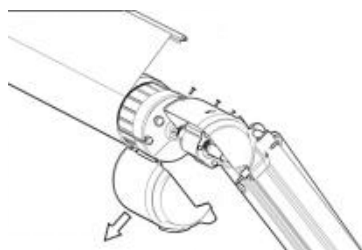

Figure C20
3.7 Aprire il coperchio decorativo sul lato motore del braccio pieghevole (Figura C20)